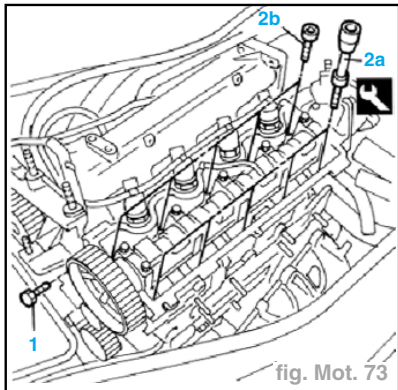

fig. Mot. 73
- Dévisser les vis de fixation (2).
- Déposer le cache-poussoirs (3).
- Dévisser les vis (1) fixant le collecteur d'admission au support de la pompe de pression (fig. Mot. 73).